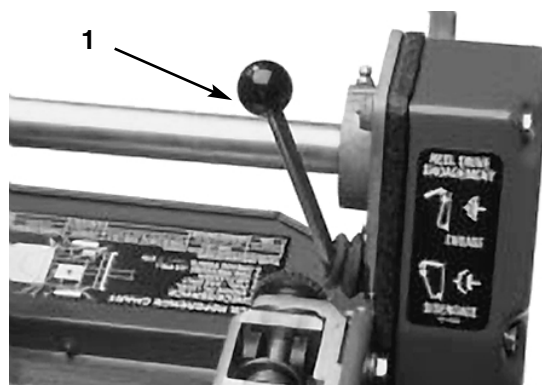

Fig. 13
Alavanca de controle do utilizador (Opcional) (Fig. 13)—Localizada na zona traseira da pega. Empurrar a alavanca de controle para activar a transmissão. A alavanca deverá encontrar-se engatada antes de activar a transmissão ou o motor desligar-se-á.
Alavanca de engate da transmissão dos carretéis (Fig. 13)—Situada no canto dianteiro direito da máquina. A alavanca tem duas posições: ENGATE e DESENGATE. Puxar a alavanca para cima para engatar o carretel ou empurrar para baixo para desengatar o carretel.
1. Assegurar que as alavancas de tracção (Fig. 12) e transmissão dos carretéis (Fig. 13) estão na posição de DESENGATE.